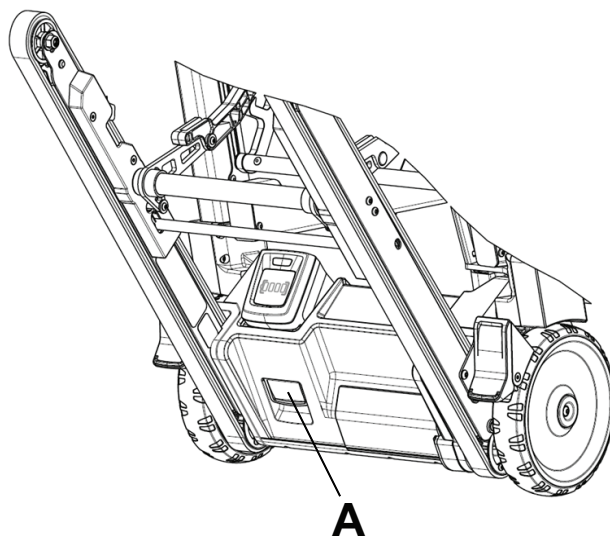

図 10 - バッテリーリリースラッチ
1. 赤色のバッテリーリリースラッチ (A) を手前に引き、製品からバッテリーを取り外します (図 10)。